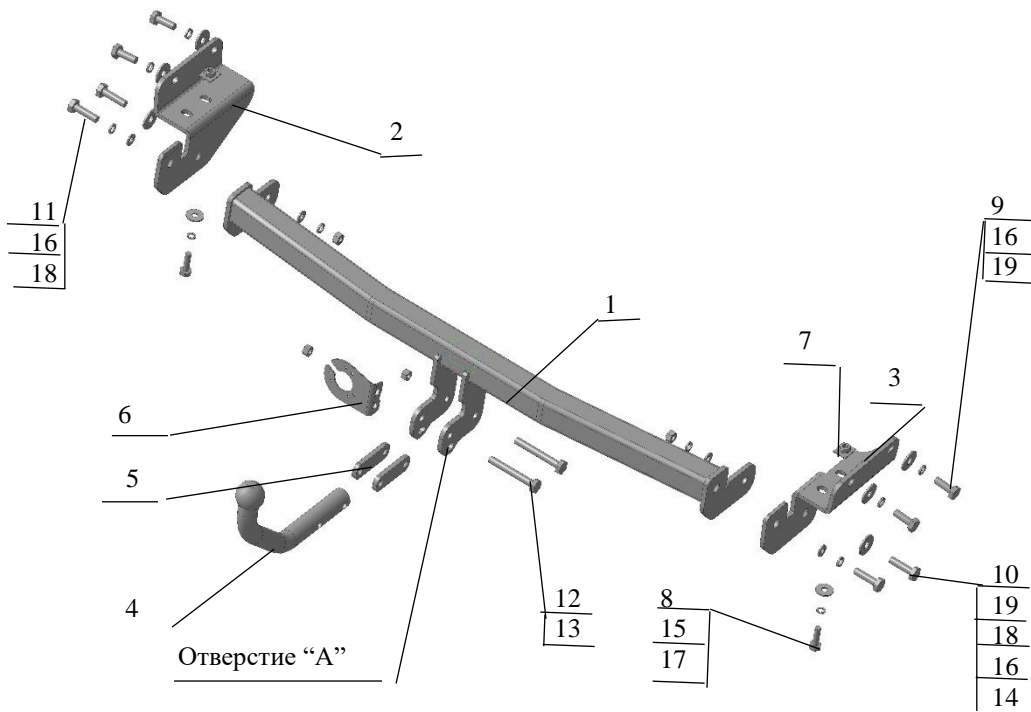

Рис.1 Тягово-сцепное устройство 7243.
| 2.1 ТСУ 7243 в сборе (рис.1)                              | 1 шт.          |
| 2.2 Пакет с комплектующими (см. рис.1)Защитный колпак | 1 шт.1 шт. |
4.3 Закрепить левый и правый боковые съемные кронштейны (соответственно рис.1) к боковым внешним полкам лонжеронов (используя гайки приварные штатные) и к нижним полкам- вставив в лонжероны пластины с гайкой М10. Крепеж не затягивать.
4.4 Установить балку ТСУ, закрепив ее к боковым кронштейнам (соответственно рис.1). Крепеж не затягивать.